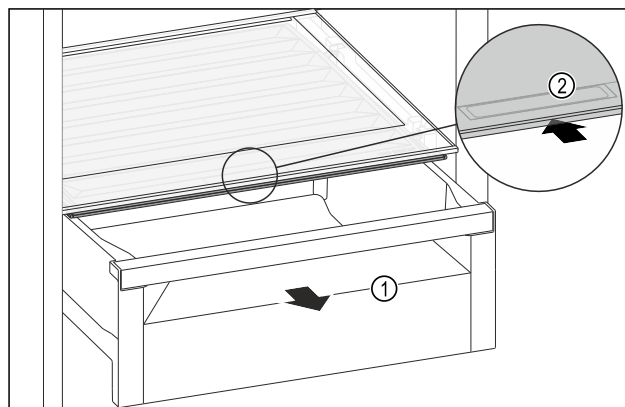

Fig. 82
- ▶ Extrageți sertarul Fig. 82 (1).
- ▶ Prindeți mânerul încadrat Fig. 82 (2) de la capacul compartimentului și glisați concomitent capacul compartimentului spre partea posterioară.